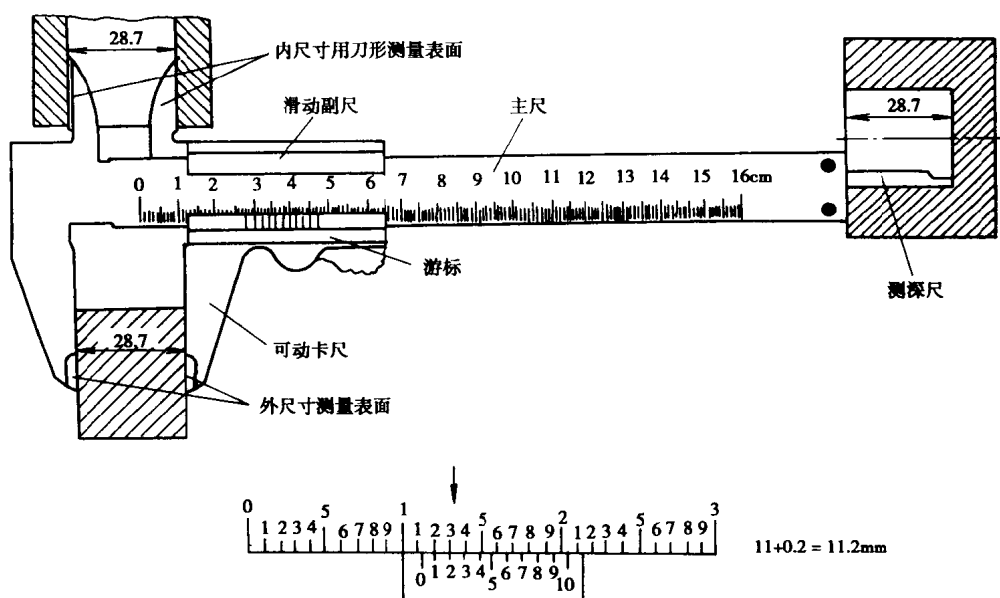

图 0-4 游标卡尺及读数
(8)游标卡尺 是一种能直接量出工件的内外径、宽度和长度(深度)的较精密量具(如图 0-4 所示),其精度等级分为 0.1mm、0.2mm、0.5mm 等数种。它主要由主尺、副尺、固定卡脚、活动卡脚和测深尺等组成。使用游标卡尺时应选用规格、精度合适的,并先将卡脚接触面和被测工件表面擦干净;测量时将卡脚张开,再慢慢地推动副尺,使两卡脚与工件接触;禁止硬卡硬拉;使用后要在卡尺上涂抹凡士林放入盒内。